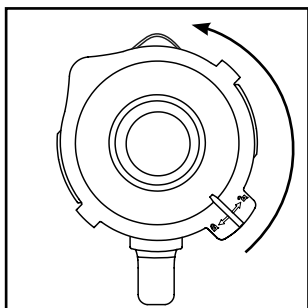

Abb. 1
- 2) Entfernen Sie den Deckel **2**, indem Sie ihn so weit gegen den Uhrzeigersinn Richtung Position  drehen (siehe Abb. 1), bis Sie ihn nach oben abziehen können.